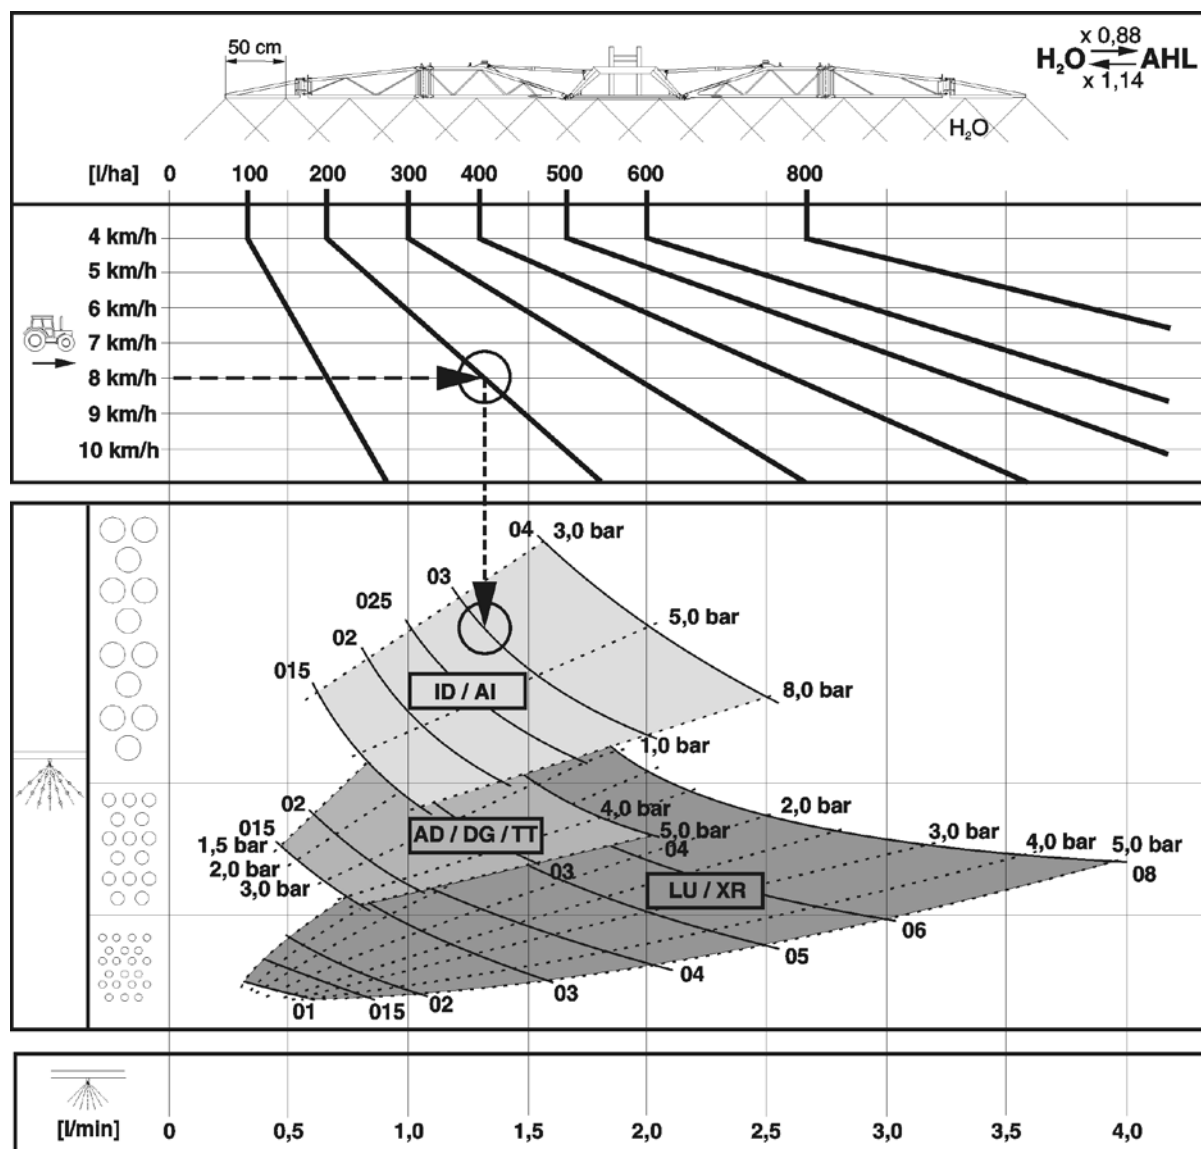

Рис. 180
- Рис. 180 служит для:
4. Перейдите к таблице параметров опрыскивания (**Рис. 180**).